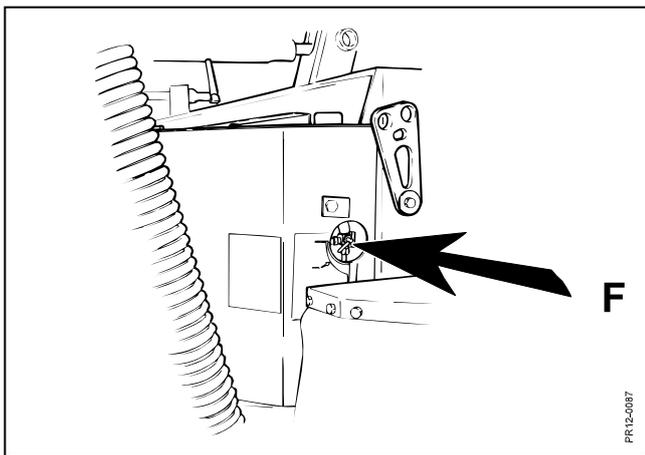

Fig. 5-19
- Fig. 5-19** Quando la macchina è avviata, accendete l'olio girando il rubinetto **F**, in modo tale che questo sia aperto a metà circa. **Ricordatevi di chiudere nuovamente il rubinetto quando la macchina viene fermata.**